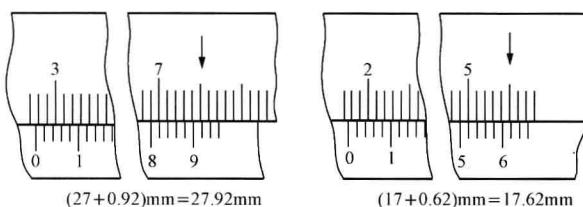

图 1-2 游标卡尺的读数示例
(3) 两者相加即为总尺寸，游标卡尺的读数示例如图 1-2 所示。